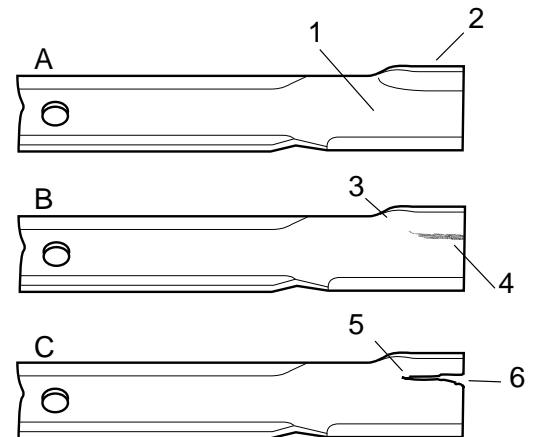

Figure 13
2. Examiner attentivement les tranchants de la lame, particulièrement au point de jonction de la partie plate et de la partie recourbée. (Fig. 13-A). Le sable et les matériaux abrasifs peuvent user le métal qui relie ces deux parties de la lame, aussi vérifier l'état de cette dernière avant d'utiliser la tondeuse. Remplacer la lame si elle semble usée (Fig. 13-B).
Si la lame est usée, une fente se forme entre le bord relevé et le plat de la lame (Fig. 13-C), à la suite de quoi un morceau de lame peut se briser et être éjecté de sous le carénage et causer des blessures corporelles graves.